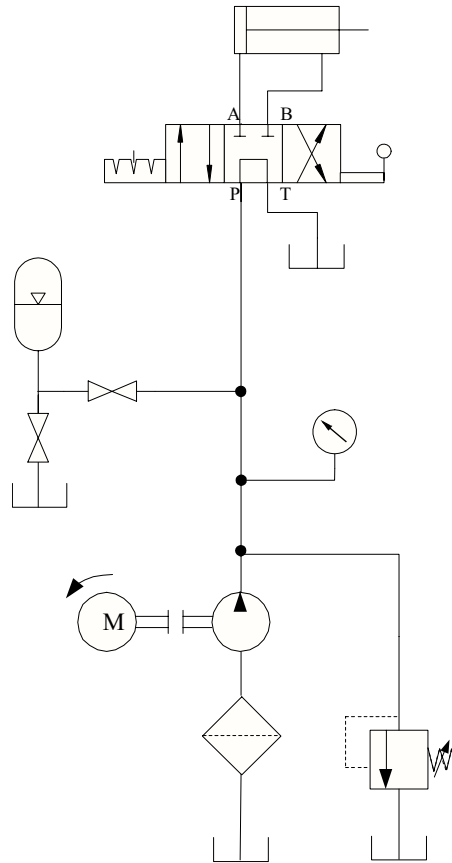

Figura 4.1. Actuador lineal con válvula 4/3 centro tandem.
2. Construir el circuito de la figura 4.1. Abrir la válvula de alimentación al acumulador.